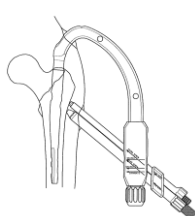

図10
- 8) マルチインサーターガイドにラグスクリュー用スリーブ、エクストラスクリュー用スリーブを挿入し、それぞれにガイドピンスリーブを組み付け、ターゲットデバイスに取り付けます。 (図10)